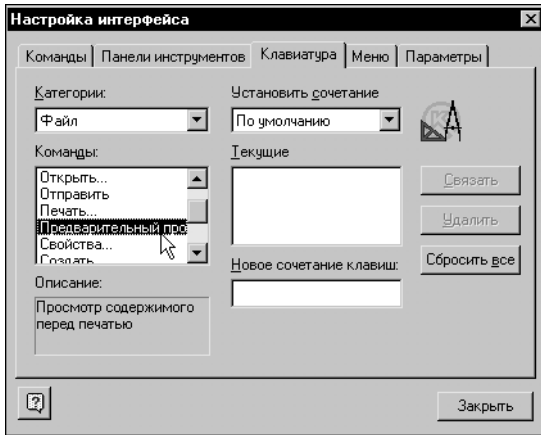

Рис. 49.1. Вкладка задания клавиатурных комбинаций
2. В появившемся на экране диалоге активизируйте вкладку **Клавиатура** (рис. 49.1).